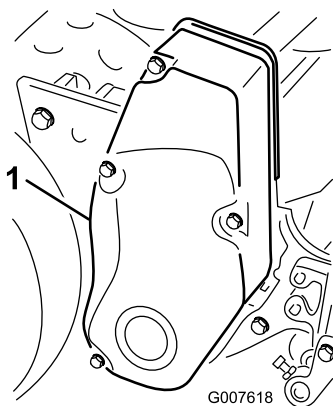

Figura 34
1. Togliete i dispositivi di fissaggio del copricinghia e il copricinghia per accedere alla cinghia (Figura 34).